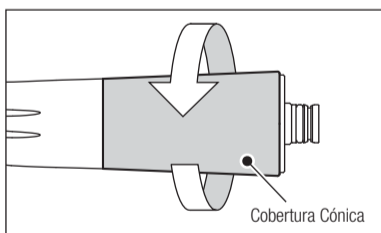

Fig. 16
- 1) Desaperte e remova a cobertura cônica na parte posterior da turbina. (Fig.16) (Pana-Max2 PTL)